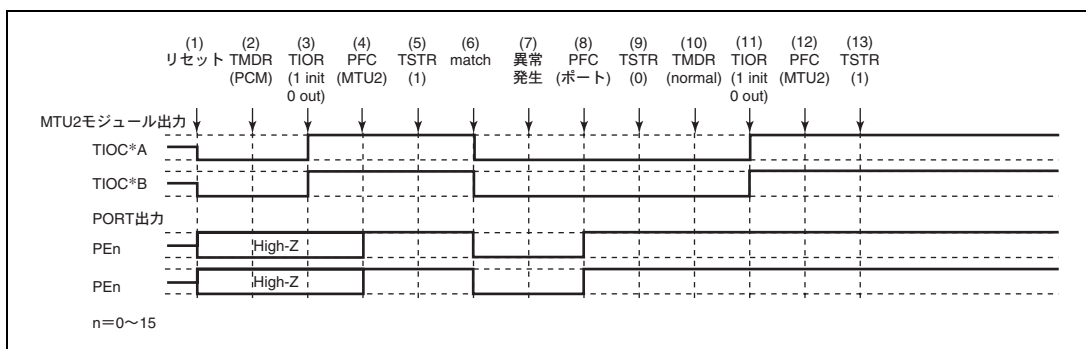

図 11.153 位相計数モードで異常が発生し、ノーマルモードで復帰する場合
位相計数モードで異常が発生し、再設定後ノーマルモードで再スタートする場合の説明図を図 11.153 に示します。
(1) ~ (9) は図 11.153 と共通です。
(10) PWM モード 1 を設定します。
(11) TIOR で端子を初期化してください (PWM モード 1 では TIOC*B 側は初期化されません)。
(12) PFC で MTU2 出力としてください。
(13) TSTR で再スタートします。
(19) 位相計数モードで動作中に異常が発生し、PWM モード 2 で再スタートする場合の動作
(10) PWM モード 2 を設定します。
(11) TIOR で端子を初期化してください (PWM モード 2 では周期レジスタの端子は初期化されません)。
(20) 位相計数モードで動作中に異常が発生し、位相計数モードで再起動する場合の動作
(10) 位相計数モードで再起動する場合には必要ありません。
(11) TIOR で端子を初期化してください。
(13) TSTR で再起動します。
(21) 相補 PWM モードで動作中に異常が発生し、ノーマルモードで再スタートする場合の動作